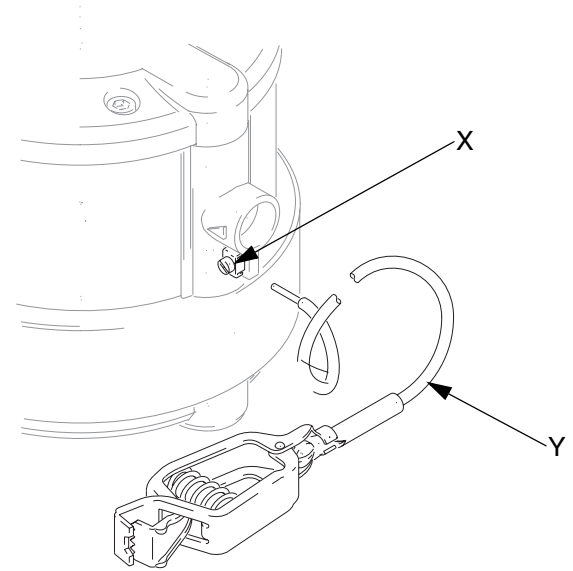

FIG. 3. Conexión a tierra de la bomba
- **Bomba:** Utilice una abrazadera y un cable de conexión a tierra. Vea la FIG. 3. Afloje el tornillo de conexión a tierra (X). Introduzca un extremo de un cable de conexión a tierra (Y) de un mínimo de 1,5 mm² debajo de la abrazadera y apriete el tornillo firmemente. Conecte el otro extremo del cable a una tierra verdadera. Cable de conexión a tierra y abrazadera, ref. pieza 222011.